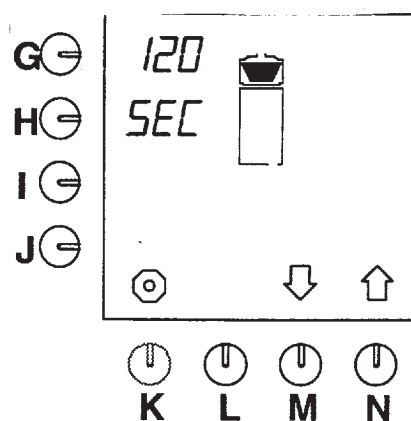

Рис. 36 Время для фильтрации
- Нажмите кнопку N 1 до появления на дисплее рис.36.